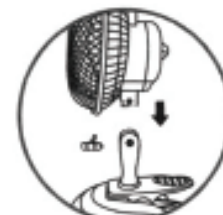

Fig. 2
2. Se debe instalar el ventilador en el POSTE GIRATORIO y apretar el REGULADOR DEL ÁNGULO DEL VENTILADOR (ver Fig. 2).